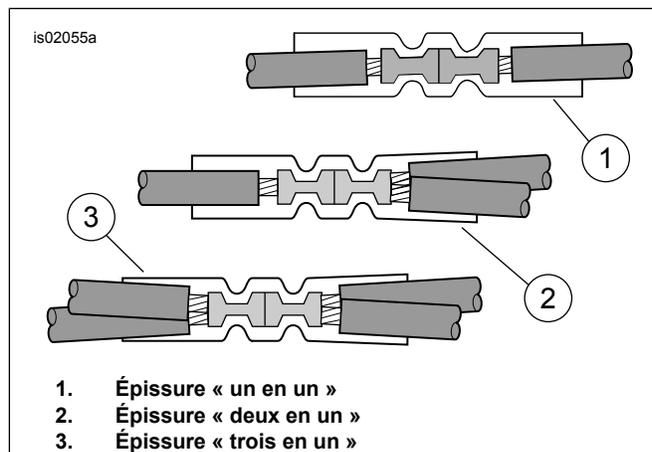

Figure 22. Configurations d'épissure
3. Voir Figure 22 . La configuration d'épissure « deux en un ». Obtenir un connecteur bout à bout scellé **rouge** (voir Figure 34, article 4) du kit. Épisser le fil noir de l'émetteur de l'ouvre-porte de garage aux fils **noirs** du phare. Tailler la gaine du faisceau de fils de l'émetteur pour faciliter l'épissage.
- Épisser les fils aux extrémités à capuchon scellées du faisceau de connexion électrique selon le besoin. Si le faisceau de connexion électrique a été épissé lors d'une installation antérieure d'accessoire, couper les épissures existantes. **NE PAS RETIRER** le capuchon scellé du fil ROUGE. Voir la figure 22. pour les configurations présentant plusieurs raccordements.
- Couper le capuchon du fil noir ; dénuder, sertir au fil NOIR du faisceau de fils de **ce** kit et isoler, en utilisant le fil noir supplémentaire (10) du paquet de visserie comme rallonge.
4. Voir Figure 22. La configuration d'épissure « deux en un ». Obtenir un connecteur bout à bout scellé **rouge** (voir Figure 34, article 4) du kit. Épisser le conducteur d'alimentation du faisceau de l'ouvre-porte de garage aux fils orange/blanc du faisceau principal selon les instructions dans l'annexe du manuel d'entretien.